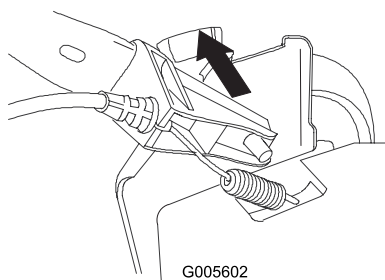

Figura 4
2. Montate l'estremità sinistra della stegola inferiore e l'ancora del cavo sul perno della staffa sinistra della stegola (Figura 4).
Nota: Utilizzate il foro superiore della stegola (Figura 4).